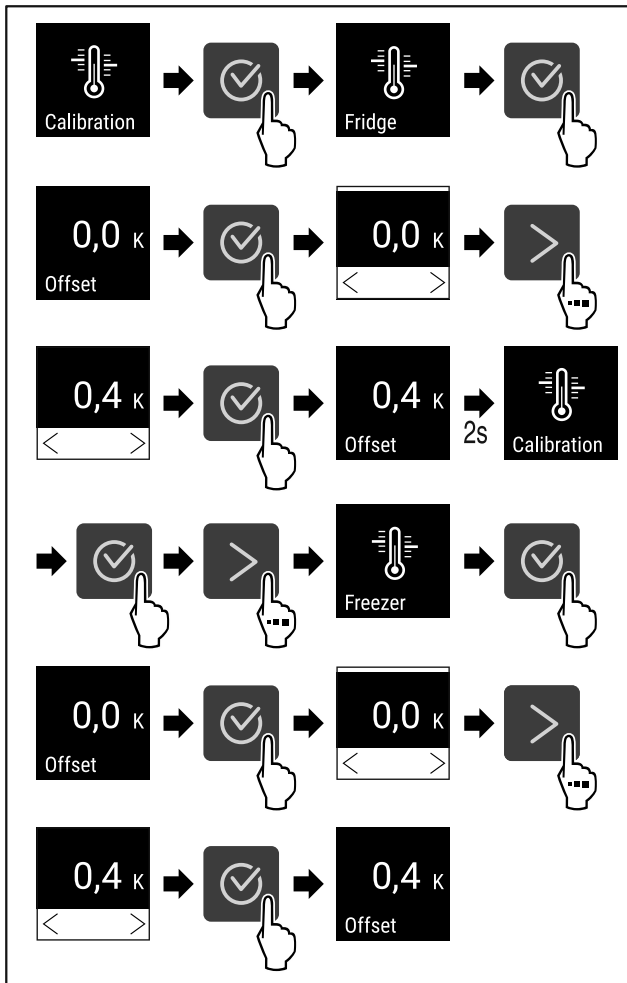

Fig. 124
- ▶ Følg anvisningene (se Fig. 124).